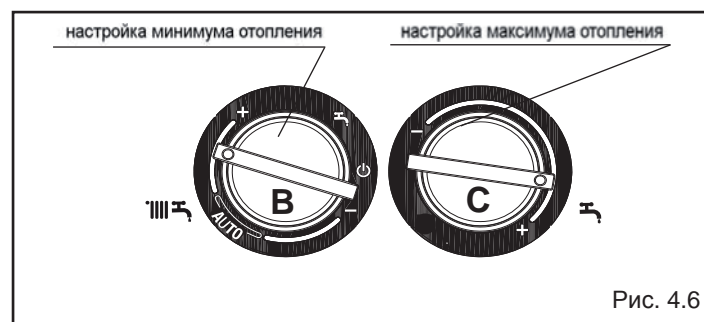

Рис. 4.6
- Поворачивайте ручку регулирования температуры в контуре отопления В (рис. 4.6) до тех пор, пока не будет достигнуто требуемое значение минимального давления газа.
- Поворачивайте ручку регулирования температуры воды в контуре ГВС С (рис. 4.6) до тех пор, пока не будет достигнуто требуемое значение максимального давления газа.